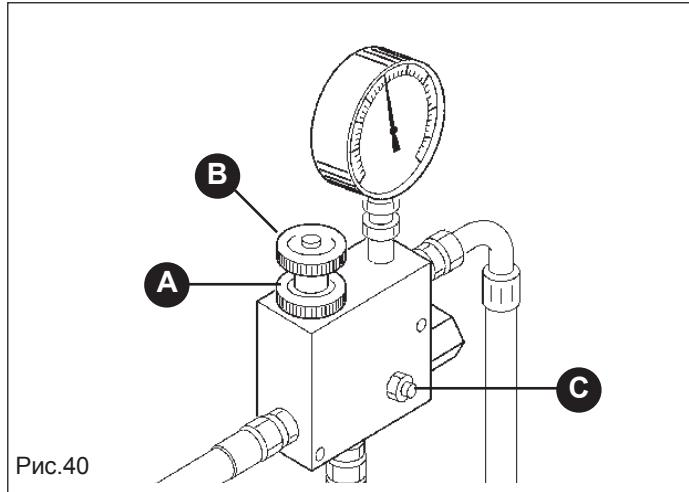

Рис.40
При выключенном моторе и заблокированном тракторе, правильно соедините все быстроразъёмные муфты. Включите трактор и введите в действие установку, как минимум, на несколько минут, установите постоянное давление во всей цепи, во избежание неустойчивости воздуходувки. Только при достижении оптимальных температур масла и отсутствии перепадов скорости воздуходувки, можно осуществлять регулировку давления. Если оборудование будет использоваться на различных тракторах, и как следствие, с различными распределителями и маслами, необходимо повторить процедуру градуирования по каждому трактору. В тракторах, с насосом переменной производительности (закрытая гидравлическая цепь), оснащённых регулятором расхода масла, должен быть полностью открыт трёхходовой регулятор В (Рис. 40); начиная с незначительного расхода масла, постепенно открывайте внутренний регулятор, до достижения желательной нагрузки, указанной на манометре С (Рис. 39).
Если необходимо увеличить количество оборотов импеллера, предназначенного для распределения самых тяжёлых гранул, проследуйте с осторожностью и вниманием, следующим образом (Рис. 40):
- a) ослабьте маховичок (A, Рис. 40);
- b) вращайте маховичок в направлении по часовой стрелке или против часовой стрелки для уменьшения или увеличения давления (B, Рис. 40), и затем изменяйте обороты воздуходувки.
Запрещается, по любому поводу, трогать установочный винт (C Рис. 40), потому что сама установка может быть причиной поломки двигателя, насоса или продувного импеллера.